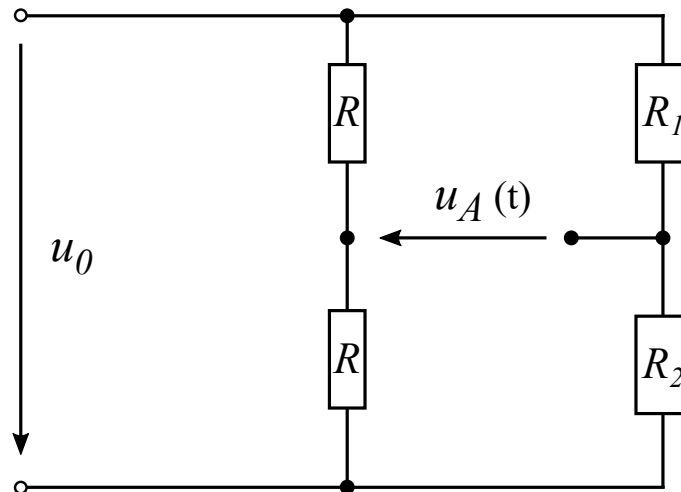

Abbildung 12: Lösung
- a) Siehe Abbildung 12. Für die Struktur [0.25 Pkt], für Ausgangs- und Versorgungsspannung zusammen [0.25 Pkt], für R_1 und R_2 [0.25 Pkt], Benennung als Messbrücke [0.25 Pkt].